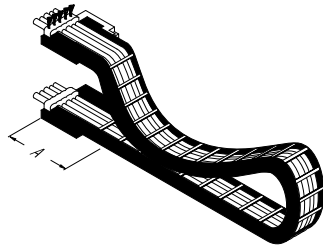

Fig. 2
- со стороны конца поводка в длинных скользящих энергоцепях (→ Fig. 2).